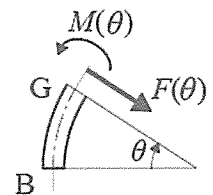

図3
(1) 仮想切断後の DE 部について、断面 D に生じる力 R_{D1} とモーメント M_{D1} の大きさと向きを答えよ。
(2) 仮想切断後の BCD 部について、断面 D に生じる力 R_{D2} とモーメント M_{D2} の大きさと向きを求めよ。
(3) 仮想切断後の AB 部について、断面 A に生じる力 R_A とモーメント M_A の大きさと向きを求めよ。
(4) 区間 BCD について、図3に示すように任意の角度 θ (はりの位置 G) で仮想切断したとき、はりの中心軸に垂直な断面のせん断力 $F(\theta)$ 、および曲げモーメント $M(\theta)$ を求めよ。なお、図の力とモーメントの矢印の向きを正とする。